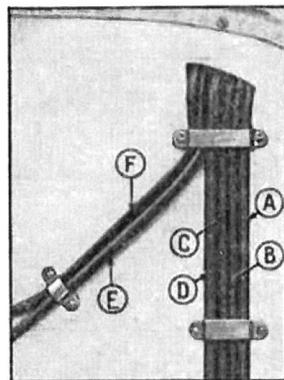

Fig. 307. — Canalisation électrique sur le tablier.
- 18—Repérer, débrancher et enlever du tablier les câbles suivants (fig. 307):